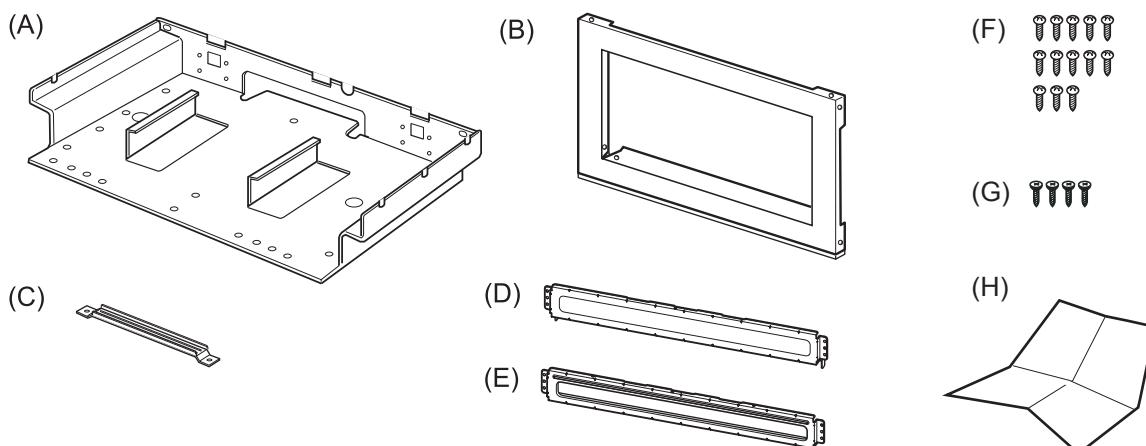

Рис. 1
2. Расположите печь на несущей пластине (A), закрепите печь и несущую пластину винтами, которые были откручены с задней части печи. См. Рис. 1.